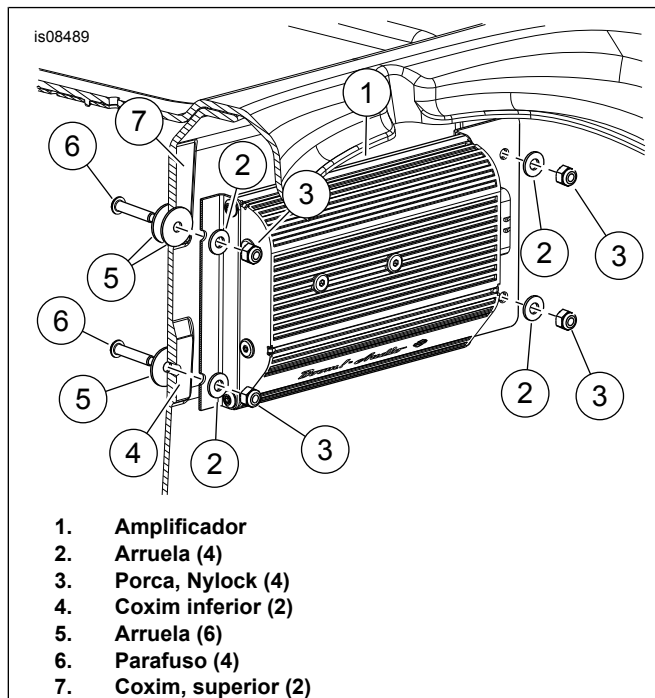

Figura 2. Instalação do amplificador
6. Veja Figura 2. Posicione o amplificador (1) e os suportes sobre os quatro coxins elevados (4 e 7). Posicione o conector voltado para o lado esquerdo do veículo conforme exibido. Centralize os furos interiores sobre os coxins inferiores (4).
11. Veja Figura 2. Coloque uma arruela (5) nos parafusos (6). Instale através dos furos da parte interna do compartimento. Da parte externa do compartimento, coloque uma arruela extra (5) sobre os parafusos superiores apenas para funcionar como um espaçador. Posicione o amplificador (1) e os suportes sobre os quatro coxins elevados (4 e 7). Posicione o conector voltado para o lado esquerdo do veículo. Instale as arruelas (2) sobre os suportes e parafusos. Fixe com a porca (3). Aperte a porca com um torque de: